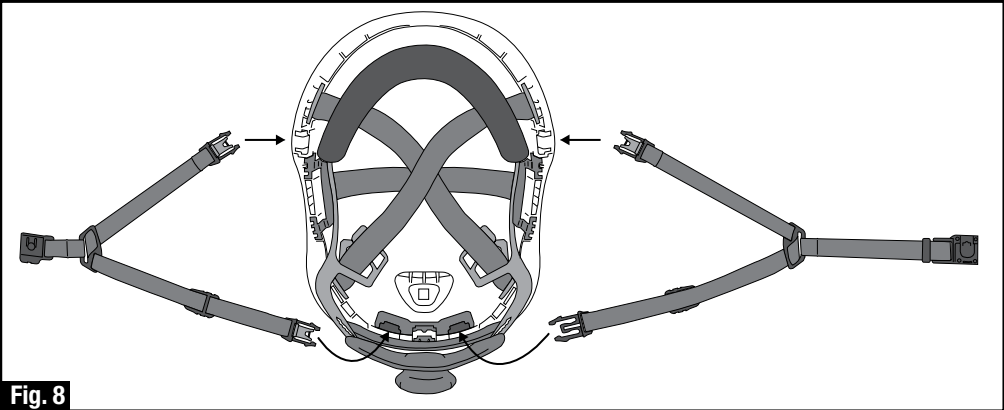

Fig. 8
1. Locate four chin strap attachment points on helmet shell and attach corresponding chin strap keys to slots. (Figure 8)
1. Localisez les quatre points d'attache de la mentonnière sur la coque du casque protecteur, puis attachez les sangles de mentonnière aux rainures correspondantes. (Figure 8)